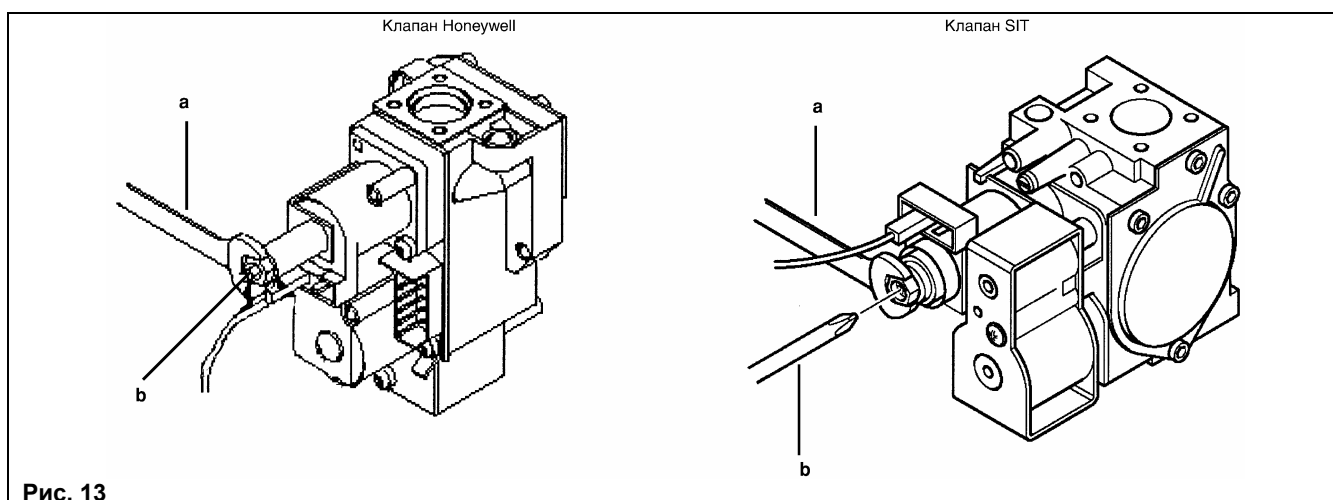

Рис. 13
- Проверить давление газа на горелке согласно таблице 1 для соответствующей модели котла и соответствующего типа газа. При необходимости снять крышку модулятора (позиция 4, рис.12) и поворачивать латунный винт (винт **a**, рис.13) до достижения давления, указанного в таблице 1 для соответствующей модели котла и соответствующего типа газа.
- Отсоединить провод питания модулятора. Котел перейдет в режим минимальной мощности. Проверить давление газа на горелке согласно таблице 1 для соответствующей модели котла и соответствующего типа газа. При необходимости поворачивать винт (винт **b**, рис.13) до достижения давления, указанного в таблице 1 для соответствующей модели котла и соответствующего типа газа.